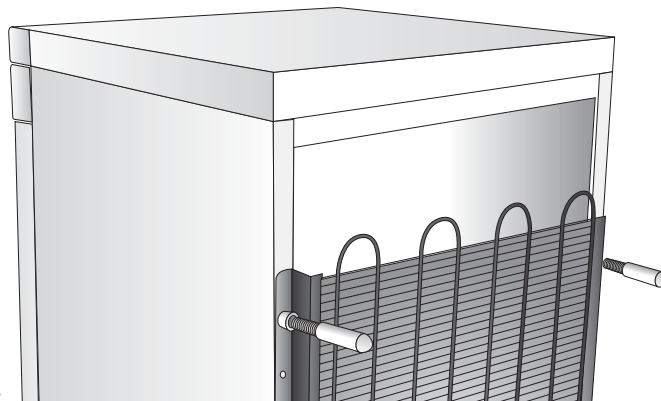

fig. 4
- Se l'apparecchio è dotato di distanziali (Fig. 4) applicateli sulla parte superiore del
- Se l'apparecchio è dotato di distanziali (Fig. 4) applicateli sulla parte superiore
- Если оборудование оснащено распорками (Рис.4) установите их на верхнюю часть
- E) Jeżeli urządzenie posiada przekładki (Rys. 4), to należy je założyć na górną część kondensatora, znajdującego się na tylnej ścianie.
- E) Якщо обладнання має прокладки (рис. 4), встановіть їх на верхній частині